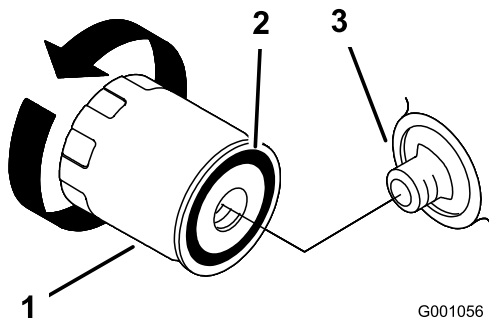

Рисунок 34
4. Установите сменный масляный фильтр на переходник фильтра, поверните масляный фильтр по часовой стрелке так, чтобы резиновая прокладка вошла в контакт с переходником фильтра, после этого затяните фильтр, повернув его еще 2/3–1 оборот (Рисунок 34).